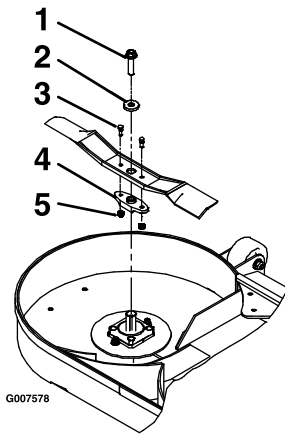

Figure 74
3. Déposez la lame, la rondelle et le boulon de lame qui fixe la lame et son dispositif d'entraînement (Figure 74).
4. Déposez le dispositif d'entraînement de la lame existante (Figure 74).
1. Posez le dispositif d'entraînement sur les lames neuves avec les boulons de cisaillement et les contre-écrous (Figure 74).
3. Posez la lame, la rondelle et le boulon de lame sur l'axe (Figure 74).